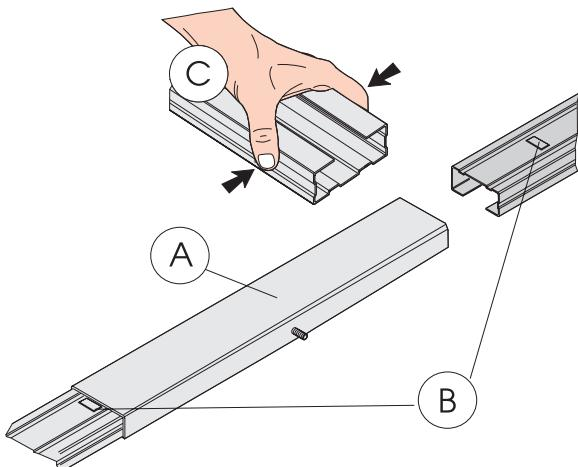

Fig. 6
- Assembleer de twee delen van de geleiderail door ze in het centrale verbindingstuuk te zetten (Fig 6 ref. A) tot aan de metalen profielen (Fig. 6 ref. B). Om de rail er makkelijker in te krijgen wordt aangeraden hem in het centrale verbindingstuuk te steken terwijl u hem in elkaar drukt, zoals aangegeven in Fig. 6 ref. C. Gebruik geen gereedschappen die de rail of het verbindingstuuk kunnen vervormen.